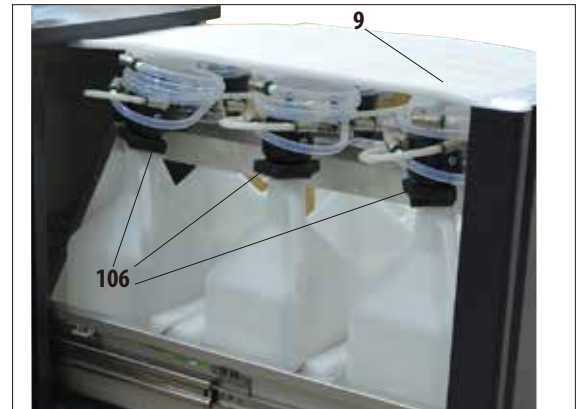

Fig. 18
- Después, abrir el cajón extraíble (9) y extraer todas las piezas de espuma (fig. 18). Retirar asimismo los seis moldes de color gris oscuro (106) de los cuellos de las botellas intercambiables.